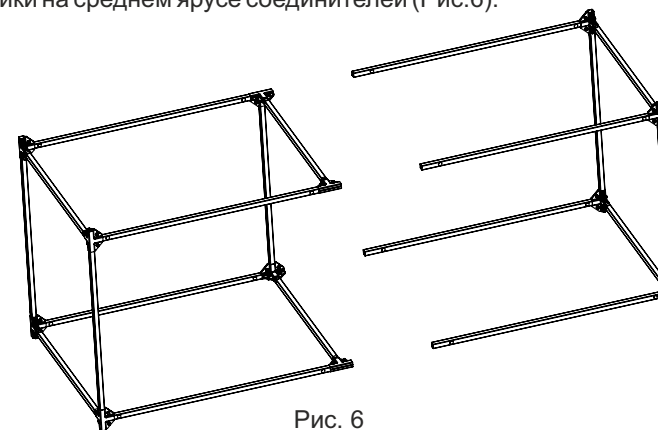

Рис. 6
5. Соединить нижний и верхний каркасы и стойки между собой до упора и затянуть гайки на среднем ярусе соединителей (Рис.6).